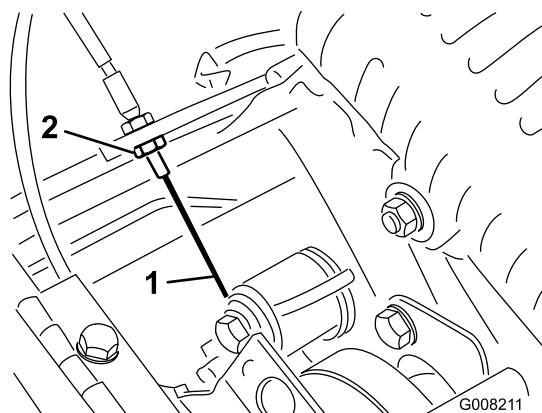

Bild 42
3. Wenn Sie die Kabelspannung erhöhen möchten, lösen Sie die vordere Klemmmutter und ziehen Sie die hintere Klemmmutter an (Bild 42), bis eine Kraft von 3 bis 4 kg benötigt wird, um den Fahrtrieb zu aktivieren. Messen Sie die Kraft am Handrad.